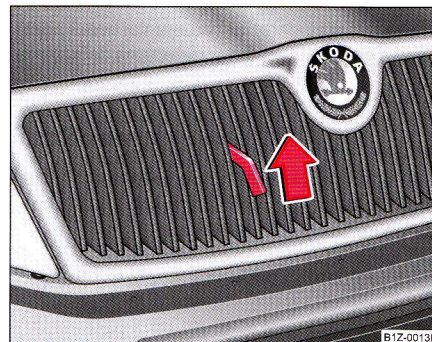

Fig. 190 Grilajul radiatorului: Mâner
- Trageți mânerul ⇒ **pagina 248, fig. 190**, capota motorului se va debloca.